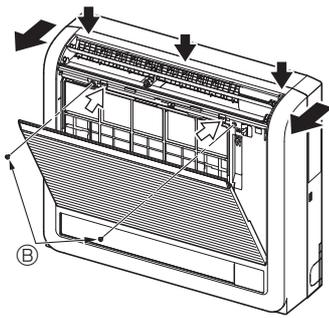
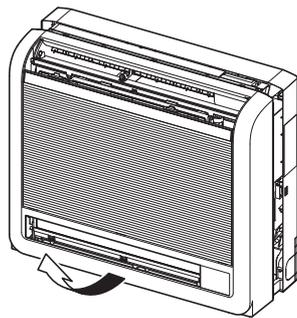

Fig. 3-3
Fig. 3-4
- ① Appuyez sur les 2 positions indiquées par les flèches  $\leftrightarrow$  et ouvrez la grille avant. (Fig. 3-3)
- ② Ouvrez la grille avant et retirez les deux vis.
- ③ Ouvrez l'ailette horizontale de la sortie d'air supérieure, poussez le haut du panneau frontal en trois endroits différents, puis sortez le haut de la grille de l'appareil intérieur.
- ④ Soulevez la grille avant pour la retirer. (Fig. 3-4)